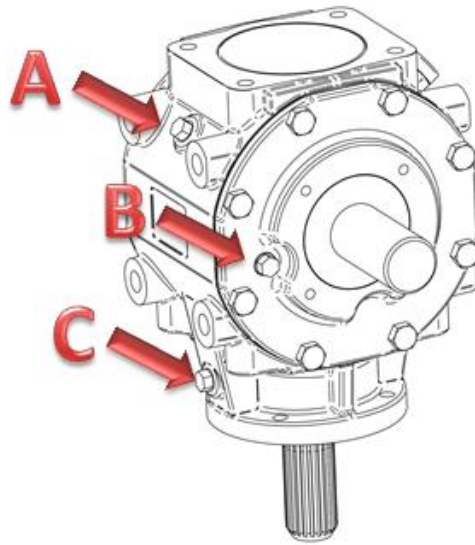

Abb. 16 Ölaustausch in der Seitengetriebe
Das Mähwerk ist mit zwei Getriebe ausgestattet, eine seitliche und eine zentrale, in denen der Ölstand überprüft und regelmäßig gewechselt werden muss. Lösen Sie zur Überprüfung des Ölstands den Stopfen B (Abb. 16 und 17). Der Ölstand sollte sich am Rand der Stopfenöffnung befinden. Überprüfen Sie den Ölstand so, dass die Oberseite der Seite und die Mittelräder horizontal ausgerichtet sind.
- der Öleinfüll-, -ablaß-, Ölkontrollschraube (A und C) Abb. 16 und 17 abgedreht werden